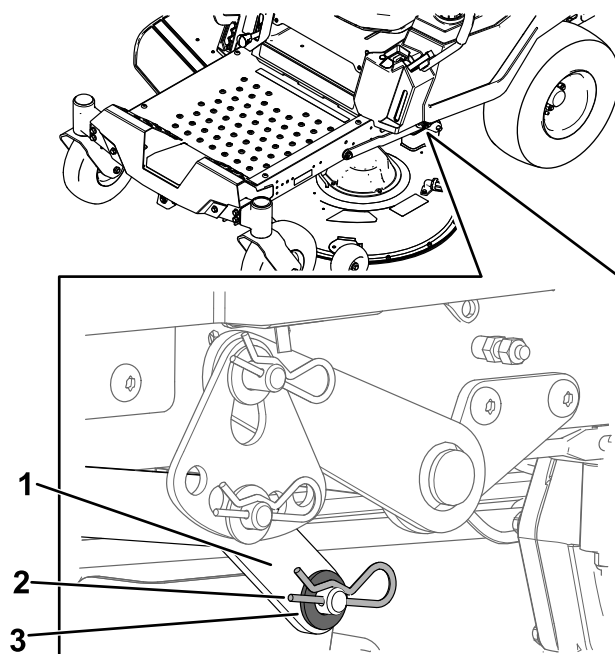

Figure 75
6. D'un côté de la machine, retirez la rondelle et la goupille fendue de l'axe du tablier (Figure 75).
7. Déposez le bras de levage de l'axe du tablier (Figure 75).
5. D'un côté de la machine, soulevez l'arrière du tablier de coupe et installez le bras de levage sur l'axe du tablier (Figure 75).
6. Installez le bras de levage avec la rondelle et la goupille fendue (Figure 75).